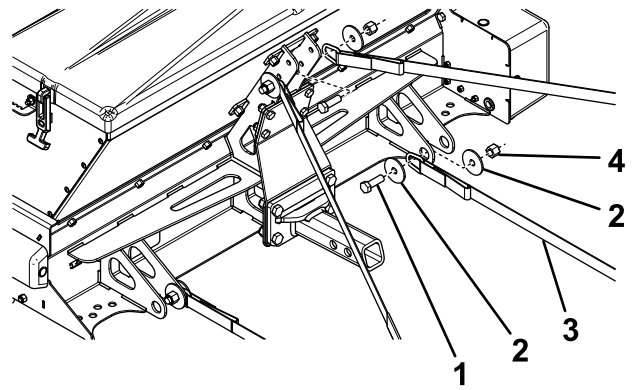

图8
- 如图8所示，用 2 个螺栓（1/2 x 1 1/2 英寸）、垫圈（1/2 英寸）和锁紧螺母（1/2 英寸）将棘轮带的 D 形环端连接至撒布机机架。